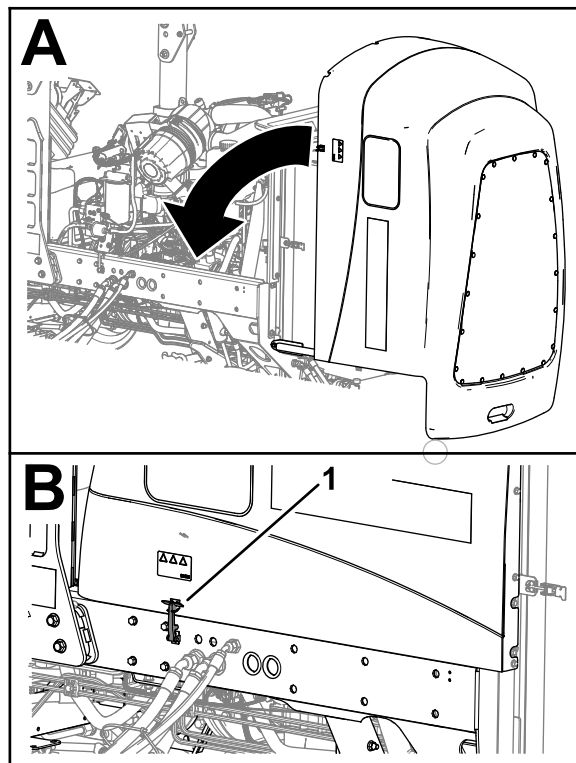

Figura 105
1. Gire cuidadosamente el capó para cerrarlo (Figura 105).